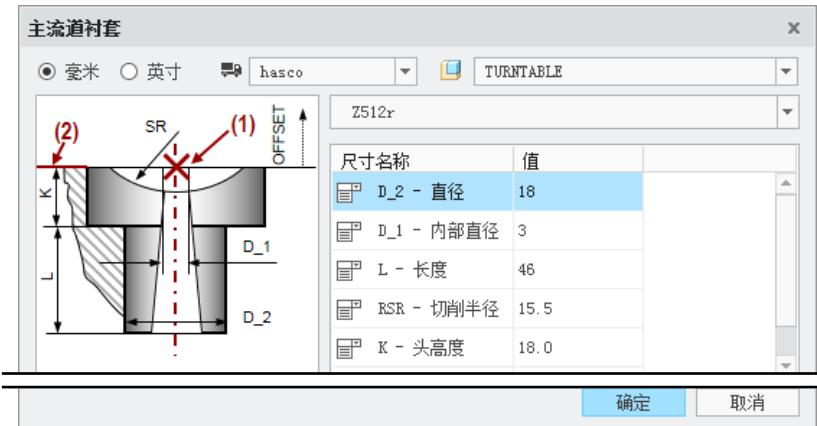

图 30.21 “主流道衬套”对话框
Step1. 定义主流道衬套。在“模架定义”对话框 的下拉列表中选择 选项，此时系统弹出图 30.21 所示的“主流道衬套”对话框。定义衬套型号为 Z512r；在 下拉列表中选择 18；在 文本框中输入值 0；单击 按钮。